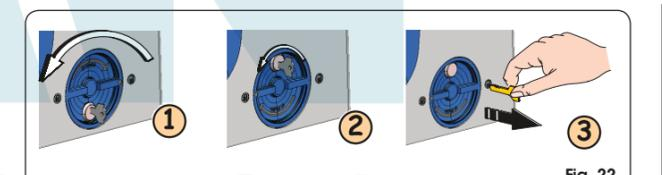

Fig. 22
- Gire el sistema de desbloqueo en sentido antihorario unos 180°, tal y como se indica en la Fig. 22 ref. ①.
- Gire la llave en sentido antihorario, Fig. 22 ref. ②, y retírela de la cerradura, como se indica en la Fig. 22 ref. ③.